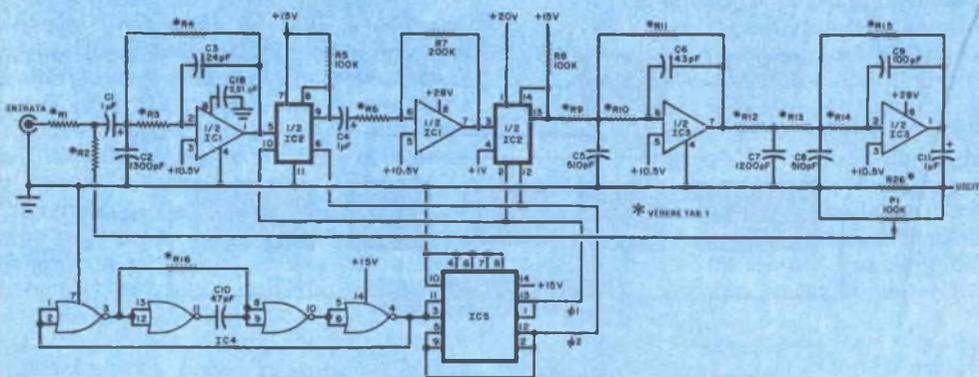

Fig. 3 - Schema della linea di ritardo per un canale.
- C1 - C11 = usare gli stessi condensatori già specificati per la Fig. 3